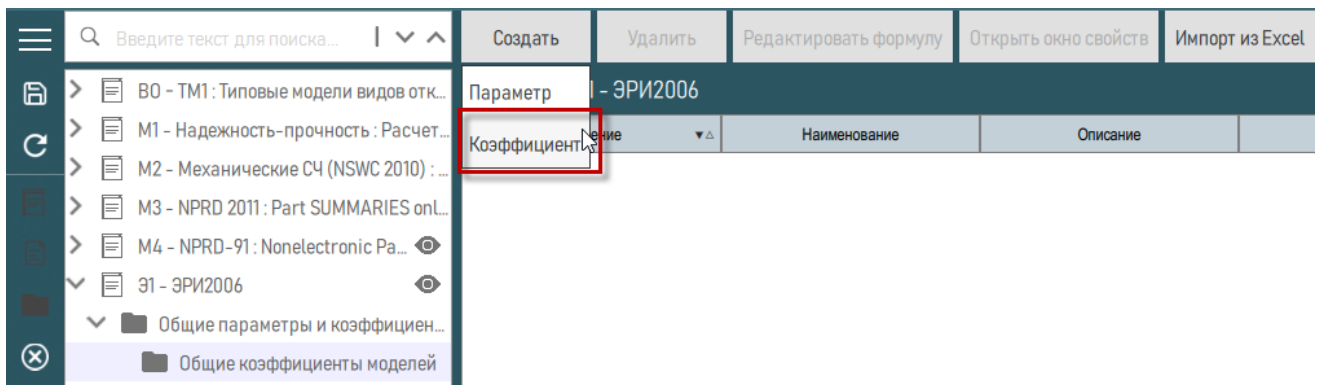

Рисунок 87 – Создание коэффициента
- 2) Выбрать папку, в которой необходимо создать новый коэффициент. На панели инструментов в правой рабочей области нажать кнопку «Создать», в раскрывающемся меню выбрать пункт «Коэффициент» (рисунок 87).